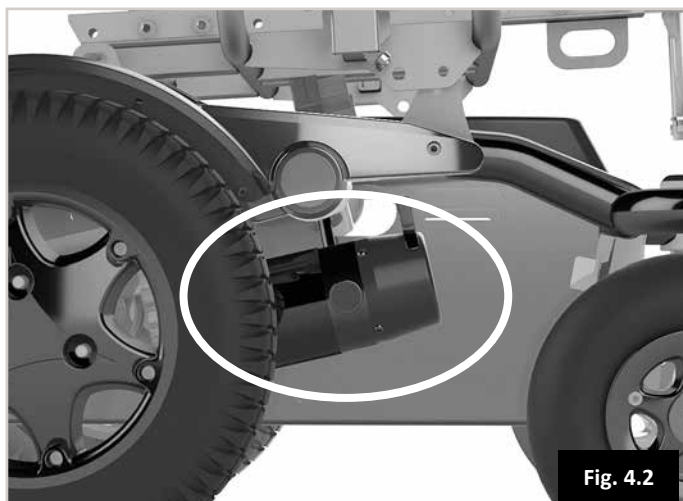

Fig. 4.2
4.7 Dispositivo de desembraiagem, (Fig. 4.2):